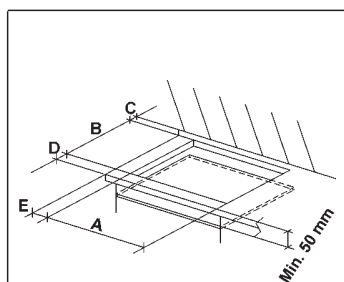

FIG. 7
În blatul mobilei se va decupa o deschidere de dimensiunile indicate în fig. 7, având grijă să se respecte distanțele critice între blat, peretele lateral, peretele din spate și cel superior (fig. 7 și 8).
- În timpul pregătirii mâncării, când se degajă multă căldură, pentru a evita atingerea accidentală dintre fundul plitei și blat, este necesar să fixați cu șuruburi un distanțier din lemn, care să asigure o distanță de minim 50 mm între acestea (a se vedea fig. 7).